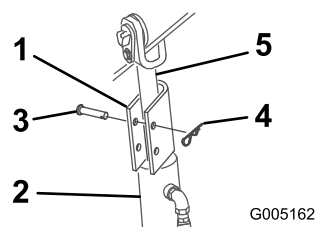

Рисунок 12
4. Поместите на шток каждого гидроцилиндра подъема (Рисунок 12) замок гидроцилиндра стрелы погрузчика..
5. Закрепите каждый замок гидроцилиндра стрелы погрузчика посредством шплинтуемого штифта и шплинта (Рисунок 12).